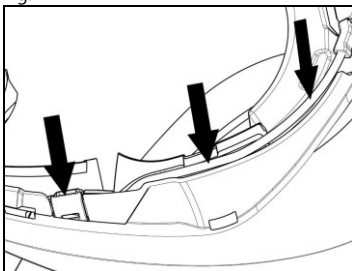

Fig. 14
- Sätt kabeln inuti hjälmen och placera höger fästclip på dess avsedda plats (Fig. 14).